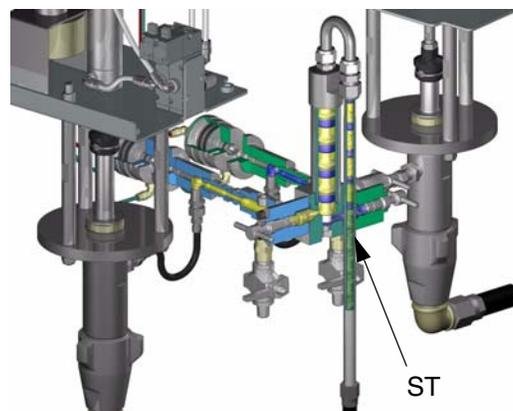

FIG. 5. Distribution composant B
L'électrovanne B ouvre la vanne de distribution B. La dose correcte de composant B pénètre dans l'intégrateur (Z) et est ajustée en fonction du composant A. L'électrovanne B ferme la vanne de distribution B. Les composants sont mélangés une première fois dans l'intégrateur, puis remélangés de façon homogène dans le mélangeur statique (ST). Voir FIG. 5.